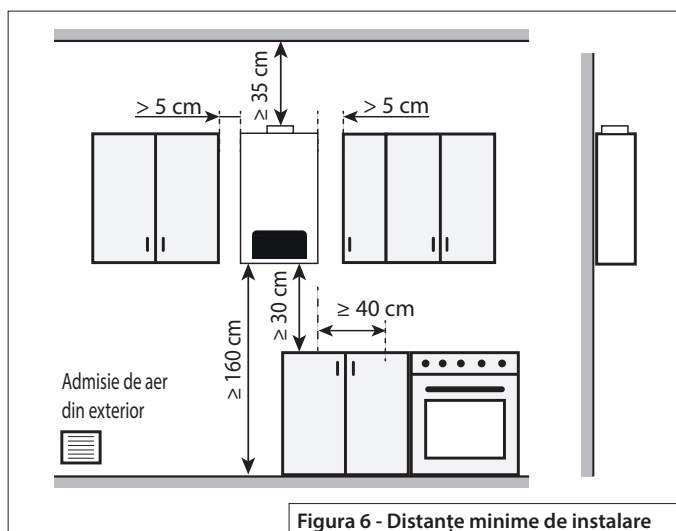

Figura 6 - Distanțe minime de instalare
- Asigurați-vă că distanțele minime sunt conforme cu informațiile din *Figura 6 - Distanțe minime de instalare*.